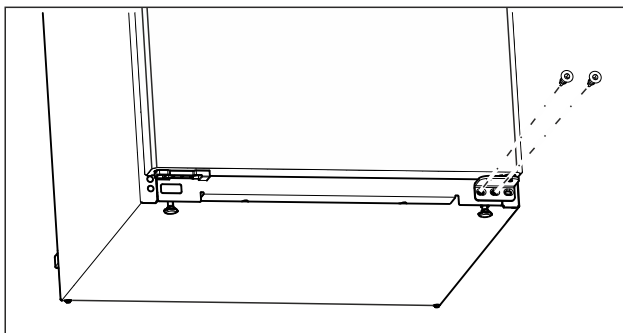

Fig. 6
- ▶ Skruva ur den mellersta skruven på undre lagerbocken med skruvmejsel Torx 20. (se Fig. 6)
- ▶ Skruva ur den invändiga skruven på undre lagerbocken med skruvmejsel Torx 20. (se Fig. 6)